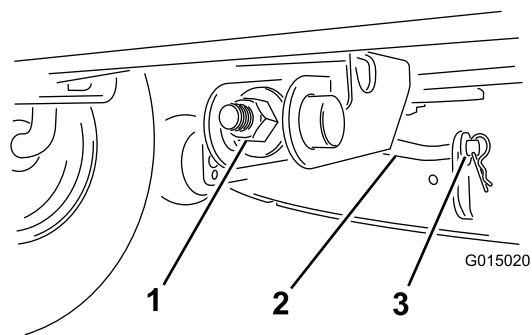

Figura 34
6. Rimuovete la coppia e la rondella dall'asta di supporto frontale (Figura 34), quindi abbassate con cautela il piatto di taglio al suolo.
8. Montate l'asta di sostegno anteriore sul piatto di taglio con la rondella e la coppiglia (Figura 34).